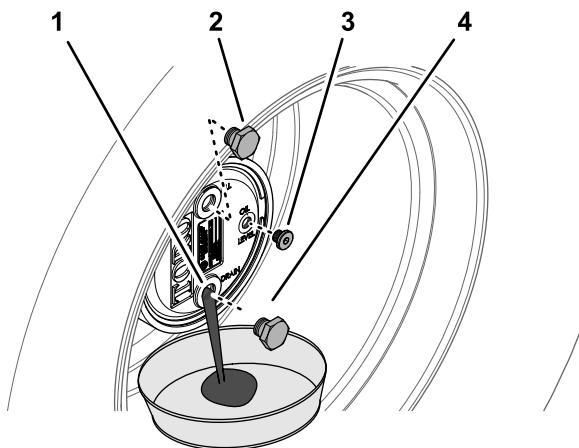

Рисунок 67
2. Снимите пробку заливного отверстия, расположенную в положении «12 часов», и пробку контрольного отверстия, расположенную в положении «3 часа» (Рисунок 67).
- Подставьте сливной поддон под ступицу планетарной передачи, снимите пробку сливного отверстия, расположенную в положении «6 часов», и дайте маслу полностью стечь (Рисунок 67).
- Установите пробку сливного отверстия в сливное отверстие корпуса планетарного редуктора (Рисунок 67).